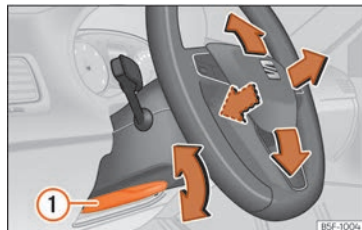

Fig. 5 Leva nella parte inferiore del lato sinistro del piantone dello sterzo.
- Tirare la leva »» fig. 5 ① verso il basso, muovere il volante verso la posizione desiderata e risollevarla la leva fino al punto di chiusura.
- **Dopo aver regolato il piantone dello sterzo, spingere fermamente la leva »» fig. 5 ① verso l'alto affinché il volante non cambi posizione accidentalmente durante la marcia.**